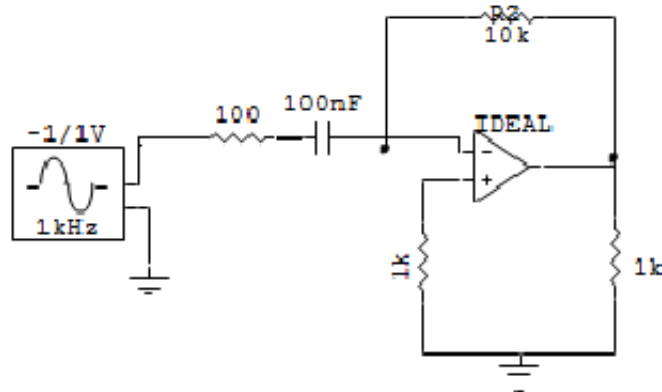

Figura 2. Amplificador de señal 2
3. Analizar el circuito de la Figura 2 y determinar la frecuencia de corte. Dibujar en papel semi-logarítmico la respuesta en frecuencia del amplificador.